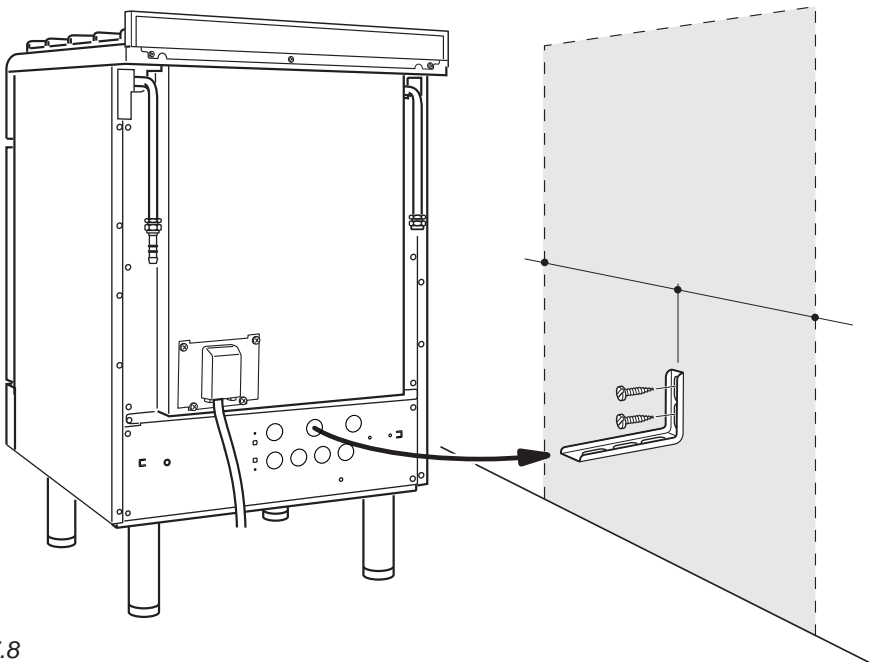

Fig. 7.8
1. När du har valt plats för spisen markeras placeringen för de två skruvarna till anti-tippbeslaget på väggen. Se Fig. 7.8.
4. Flytta spisen mot väggen och justera höjden på anti-tippbeslaget med hålen på spisen. Se Fig. 7.8.